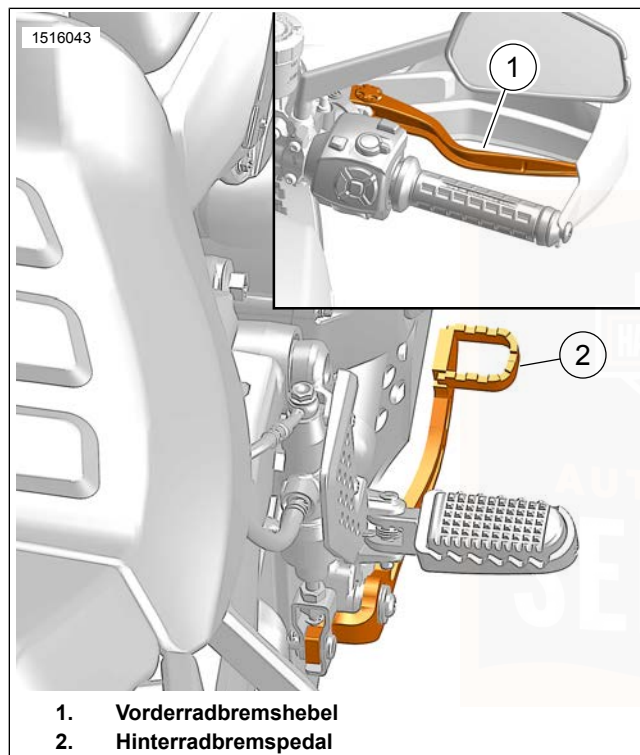

Abbildung 44. Bedienungselemente für Bremsen
Siehe Abbildung 44. Mit dem Vorderradbremshel (1) wird die Vorderradbremse betätigt. Der Hel befindet sich am rechten Lenker. Den Handhel mit den Fingern der rechten Hand betätigen.
Siehe Abbildung 44. Mit dem Hinterradbremspedal (2) wird die Hinterradbremse betätigt. Das Pedal befindet sich auf der rechten Seite. Das Hinterradbremspedal mit dem rechten Fuß betätigen.